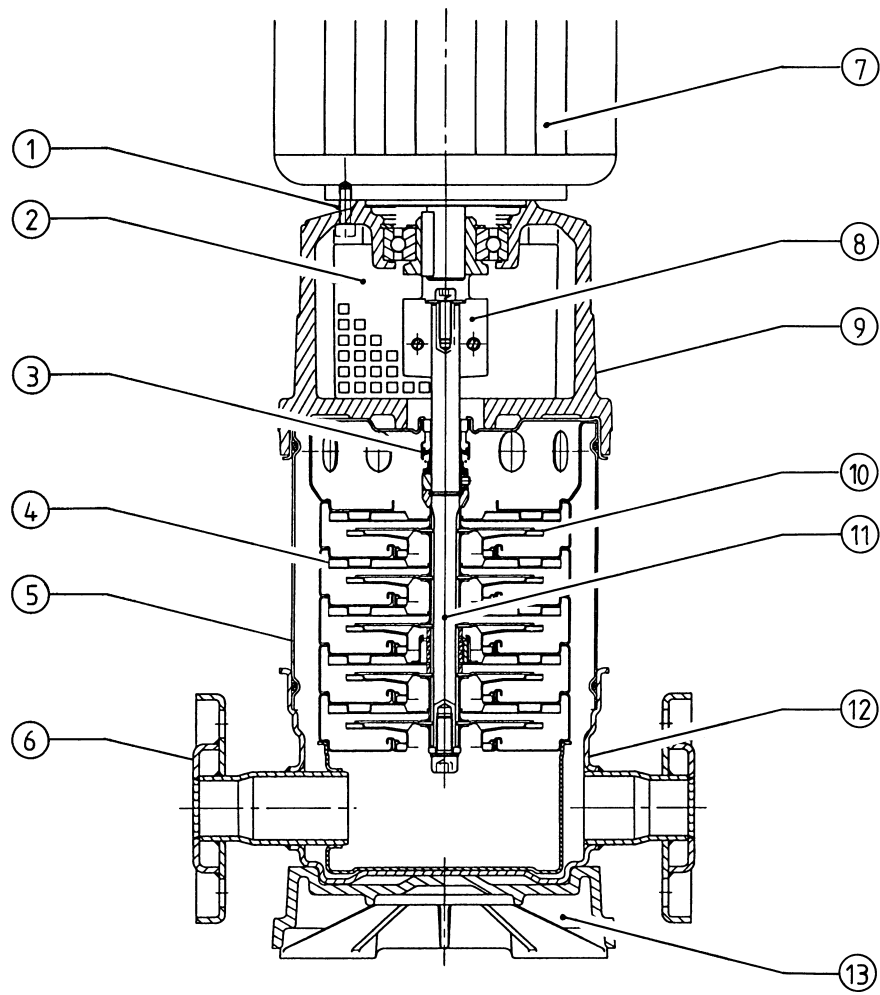

Рис. 1
Насос (рис. 1) размещен на чугунной плите (13), которая служит основой. Корпуса ступеней (4) выполнены в виде модульной конструкции. Рабочие колеса (10) собраны на одном валу (11). Гильза (5) обеспечивает надежную герметичность. Все детали, контактирующие с перекачиваемой средой (корпуса ступеней, рабочие колеса), выполнены из нержавеющей хромоникелевой стали. Основание насоса (12) с фланцами (6) из хромоникелевой стали (по запросу).
- Разместить клеммную коробку в нужное положение можно путем поворачивания мотора (минимально на 90°), для чего надо отвинтить соединительные болты двигателя (рис. 1, поз. 1). При сборке муфты не забудьте затянуть стопорные винты.